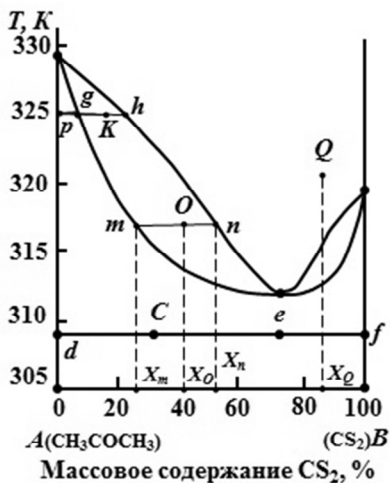

Рис. 3. Диаграмма кипения системы ацетон – сероуглерод при $p = 1,0133 \cdot 10^5$ Па
Задача 78. Исходя из диаграммы кипения системы ацетон – сероуглерод (рис. 3), определите:
2. Поскольку общая масса системы равна 100 кг, то в начальном состоянии система содержит 70 % (масс.) ацетона и 30 % (масс.) сероуглерода. На диаграмме кипения (рис. 3) начальное состояние системы изображается фигуративной точкой *C*. Такую систему методом фракционной перегонки можно разделить на чистый компонент *A* (ацетон останется в кубовом остатке) и азеотропную смесь (она пойдет в дистиллят, так как у нее температура кипения ниже, чем у чистых компонентов смеси). Азеотропная смесь содержит 28,5 % (масс.) ацетона и 71,5 % (масс.) сероуглерода. Конечное состояние системы изображается на диаграмме кипения фигуративными точками *d* (чистый ацетон) и *e* (азеотропная смесь).
3. На диаграмме кипения (рис. 3) начальное состояние системы изображено фигуративной точкой C , конечное состояние – точкой e . Чтобы систему из начального состояния перевести в конечное, надо добавить компонент B в количестве, которое можно найти по правилу рычага или по методу неизменного компонента.
4. Исходная система (фигуративная точка K , рис. 3) состоит из жидкости (фигуративная точка g) и пара (фигуративная точка h). При заданной температуре система станет гомогенной при переходе в состояние, изображенное фигуративной точкой g , или при переходе в состояние, изображенное фигуративной точкой h . Следовательно, данная задача имеет два решения.
5. При 317 К исходная система (фигуративная точка O , рис. 3) состоит из жидкости (фигуративная точка m) и пара (фигуративная точка n). Обозначим массу жидкости через x кг, массу пара – $(5 - x)$ кг. По правилу рычага (проценты взяты по компоненту B):